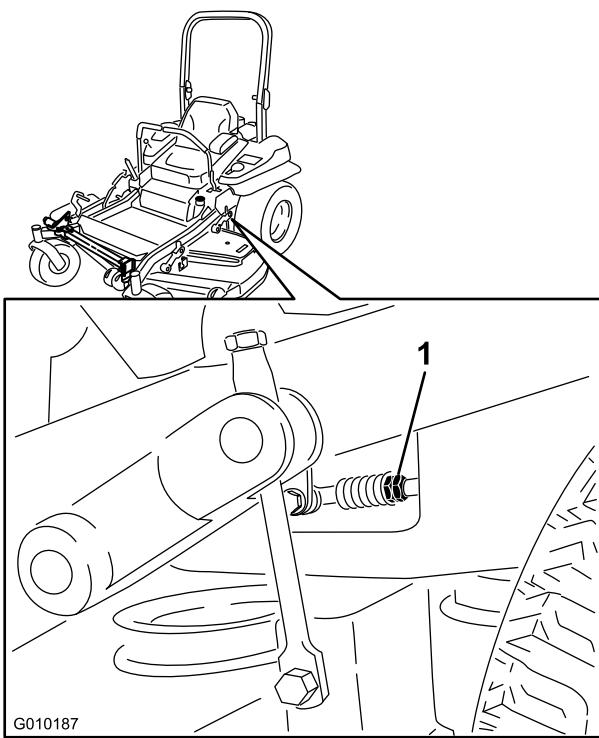

Bild 78
7. Stellen Sie die Fahrantriebshebel in die Neutralstellung. Stellen Sie die Länge der Pumpstange ein, indem Sie die Doppelmuttern an der Stange so weit in die entsprechende Richtung drehen, bis sich das Rad leicht zurückdreht (Bild 78). Stellen Sie die Fahrantriebshebel in die Rückwärtsstellung und üben Sie etwas Druck auf den Hebel aus, damit die Federn die Hebel wieder in die Neutralstellung bringen. Das Rad darf sich nicht mehr drehen, kann sich aber leicht rückwärts drehen.